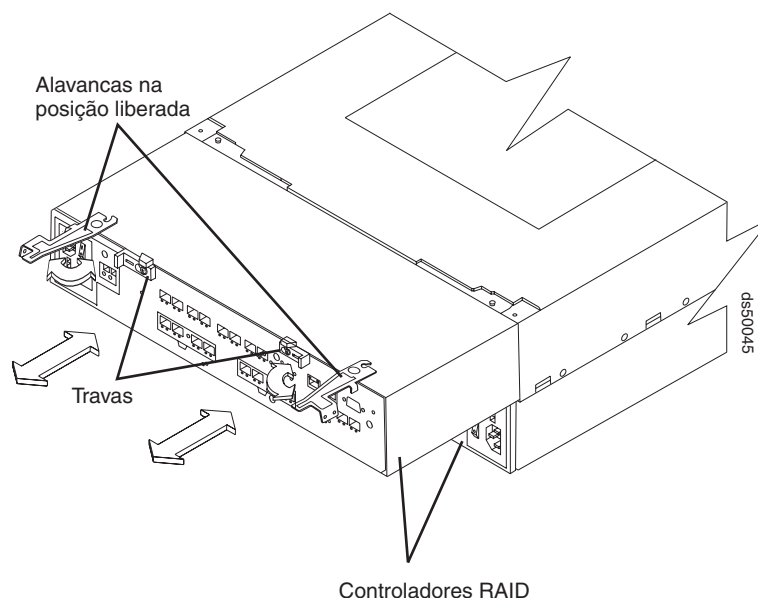

Figura 101. Removendo o Controlador do Subsistema de Armazenamento
- b. Utilize as alavancas para deslizar o controlador do chassi do subsistema de armazenamento (A Figura 101 mostra um controlador sendo deslizado do chassi do subsistema de armazenamento).